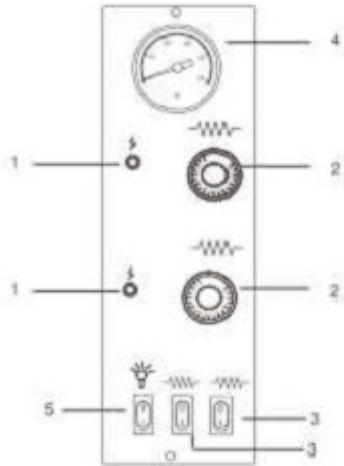
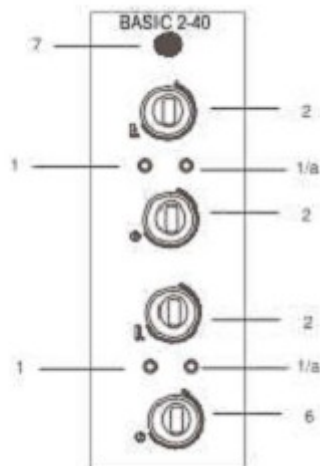

Рис.1 Панель печи
Рис.3 Панель печи
- 3) Переведите нагревательные элементы (рис.1,2\_3) в положение “I”; для печи 2/40: нажмите основной выключатель “рис.3\_7”;
- 4) Включите ТЕНЫ, установив для термостатов (Рис.1, 2, 3 – функц.2) температуру 150°C, указанную на рукоятке настройки. Соответствующий красный свет, сигнализирующий о работе резисторов, загорится;
- 6) Отключите работающие ТЭНЫ, переведя показания термостатов (**Рис.1, 2, 3 – функц. 2**) в положение “0” и предупредительный свет погаснет. Для печи 2/40: нажмите основной выключатель и отключите нагревательные элементы;
- 8) Закройте дверцу и повторите операцию, как указано в пункте 4), установив термостаты (рис.1; 2\_функц.2) на температуру **400°C**, указанную на кнопке. Для печи 2/40: установите термостаты (рис.3\_функц.2) на температуру **350°C**.
- 10) Отключите ТЭНЫ, переведя показания термостатов (**Рис.1, 2, 3 – функц. 2**) в положение “0”;
- 12) В печи 2/40 Вы можете регулировать температуру приготовления, установив секунды при помощи таймера (рис.3\_функц.6). После того, как время будет установлено, нагревательные элементы отключатся. Чтобы выбрать режим приготовления, переведите кнопку таймера (рис.3\_функц.6) в положение “ON” повернув её влево.
- 2) Переведите выключатель нагревательных элементов (рис.1, 2\_функц.3) в положение “I”; для печи 2/40: нажмите основной выключатель (рис.3\_функц.7)
- 3) Включите ТЭНЫ, установив для термостатов (**Рис.1, 2 – функц. 2**), необходимую температуру, указанную на рукоятке настройки. При этом загорятся соответствующие светодиоды, подтверждающие, что ТЭНЫ действительно работают;
- 4) После того, как печь нагреется до необходимой температуры (см. пункт 9 настоящего параграфа), показания которой выводится на термометр (**Рис.1 – функц. 4**), можно поставить пиццу в печь для выпекания.
- 6) Для освещения внутренней части камеры выпечки нажмите на выключатель лампочки печи (**Рис.1-функц.5**).
- 1) Выключите печь, переведя выключатель тэнов печи (**Рис.1,2 – функц. 3**) в положение “0” и кнопки, которые регулируют термостаты (**Рис.1,2 – функц. 3**). Для печи 2/40: нажмите основной выключатель и отключите нагревательные элементы.